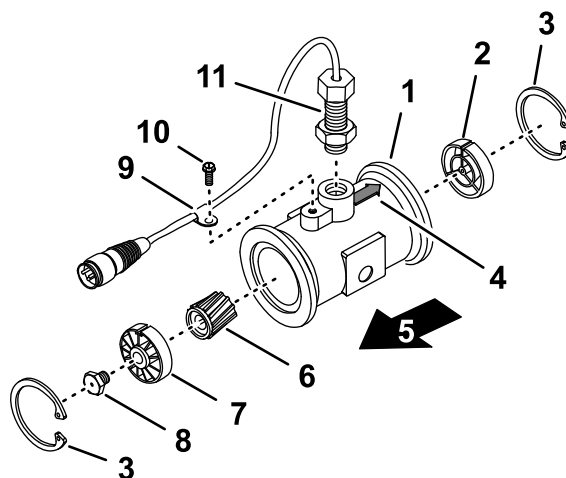

Figura 151
3. Retire el anillo de sujeción del lado “aguas arriba” (Figura 151).